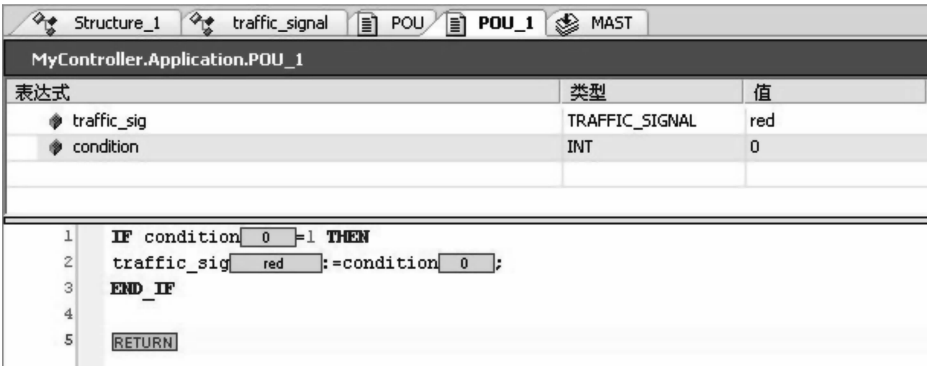

图 6-45 仿真程序（一）
6) 执行程序仿真，当 condition 为“0”时，条件不满足，traffic_sig 保持初始值，即“0”，如图 6-45 所示。